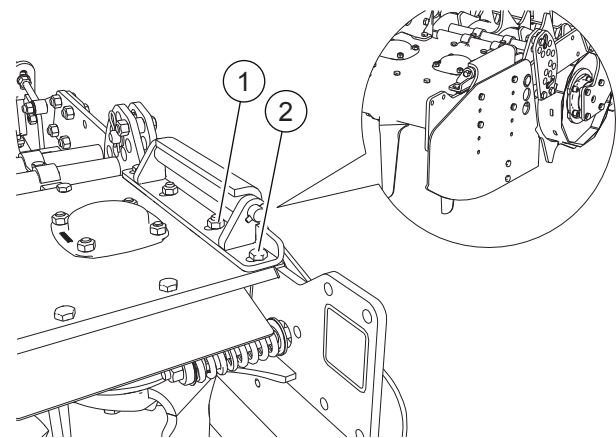

FIG. 15
- Die Schrauben lösen (2, "Fig. 15"). Die Schraubenmutter lösen (1). Die Schraubengruppe entfernen.